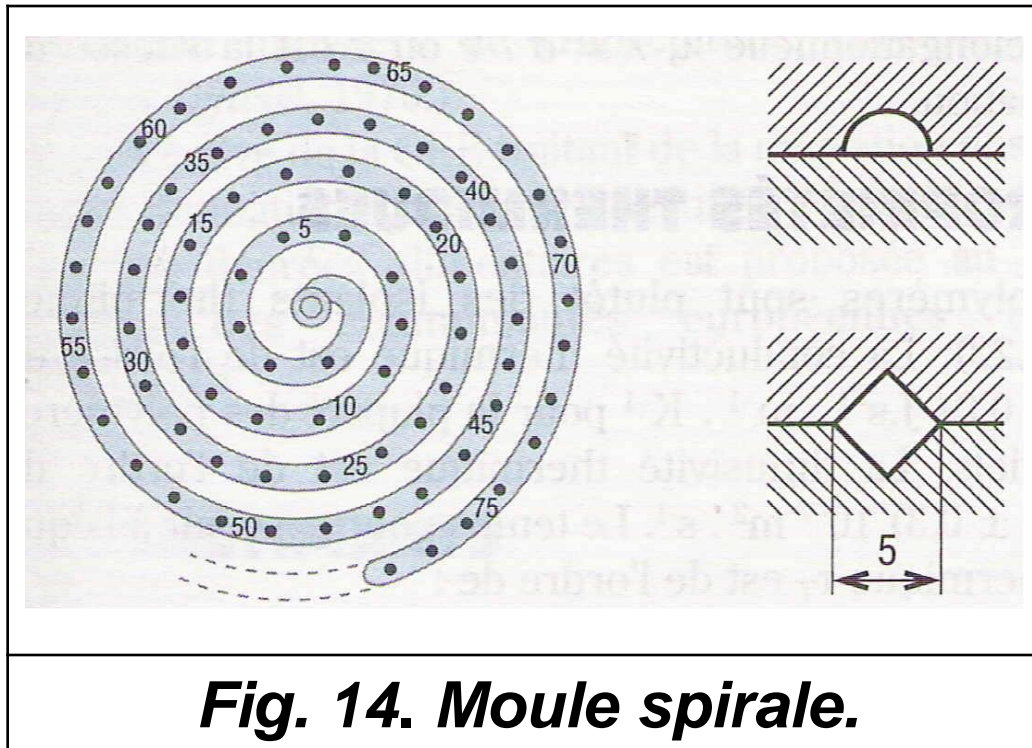

Fig. 14. Moule spirale.
- ❖ **Pour l'injection**, l'utilisation de moules-spirale (fig. 14) est fréquente.